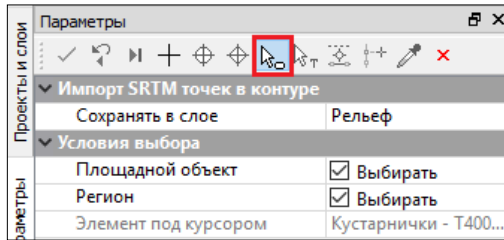

Рис. 16.11
- В графическом окне построить контур (прямоугольной рамкой или произвольно), по которому будут импортироваться высоты SRTM. Контур можно не только построить, но и выбрать существующий (курсором в режиме выбора полигона). В этом случае курсор в окне параметров будут доступны условия выбора площадных объектов и регионов (рис. 16.11);